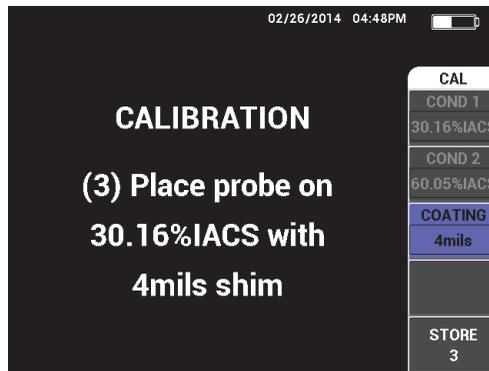

Figura 5-50 L'istruzione visualizzata (3)
2. Posizionare la sonda sul campione di riferimento con percentuale IACS maggiore senza un distanziale. Definire il valore di conduttività per il punto 2 di taratura (**COND. 2**) ruotando la manopola fino al valore del campione certificato ed in seguito selezionare **REGIST. 2** (tasto E). **RIVESTIM.** (rivestimento) [tasto C] viene in seguito evidenziato sulla schermata (vedere Figura 5-50 a pagina 173).